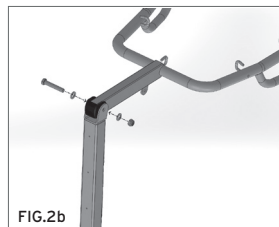

FIG.2b
4. Ligue o braço à coluna com os parafusos fornecidos. (Fig. 2b)